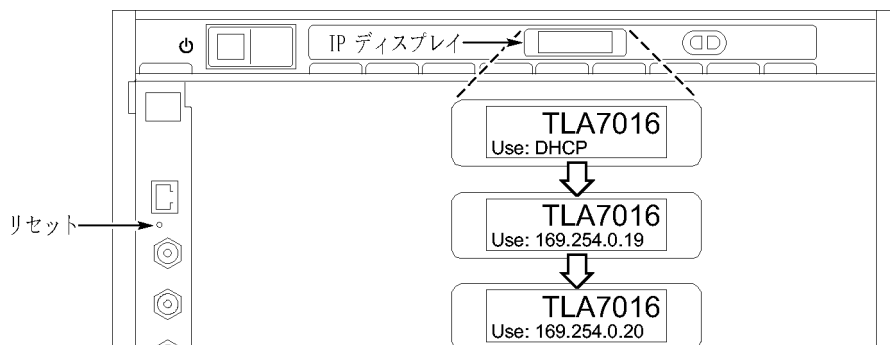

図 5: IP アドレスの設定
1. TLA7016 型インタフェース・モジュールのリセット・ボタンを押したままにします。(図 5 参照)。
7. TLA7016 型インタフェース・モジュールの PRESET ボタンを押し、同機のフロント・パネル・ディスプレイに IP アドレス 169.254.0.19 が表示されるまで、そのままにします。(10 ページの 図 5 参照)。フロント・パネルのディスプレイでは、2 ~ 3 秒ごとに次のプリセット・アドレスに切り替わります。(10 ページの 表 3 参照)。